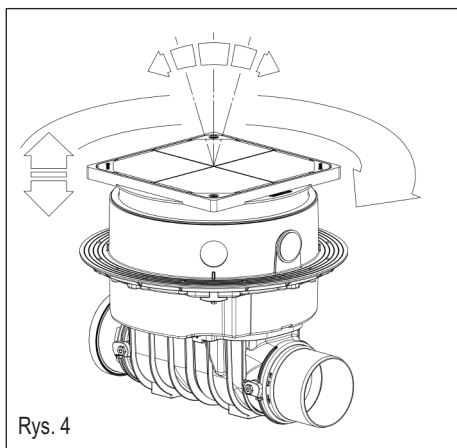

Rys. 2
B. Otwarte całkowicie zamykanie robocze i awaryjne (ustawienie zamknięcia, rys. 2).
W celu podłączenia przewodów elektrycznych sondy i silnika napędowego należy przewidzieć rurę ochronną do przeprowadzenia kabli (min. DN 50, KESSEL zaleca kolanka 2 x 45°) do maksymalnej wysokości podłogi gotowej (patrz rys. 2) i wprowadzenie ich do przelotu kablowego w przedłużce KESSEL Staufix FKA. Załączoną profilowaną uszczelkę wargową włożyć w rowek elementu pośredniego i nasmarować. Następnie zamontować nasadkę (patrz rys. 3). Dzięki zastosowaniu teleskopowej nasadki, urządzenie KESSEL Staufix FKA można płynnie dostosować do wymaganej głębokości zabudowy. Urządzenie